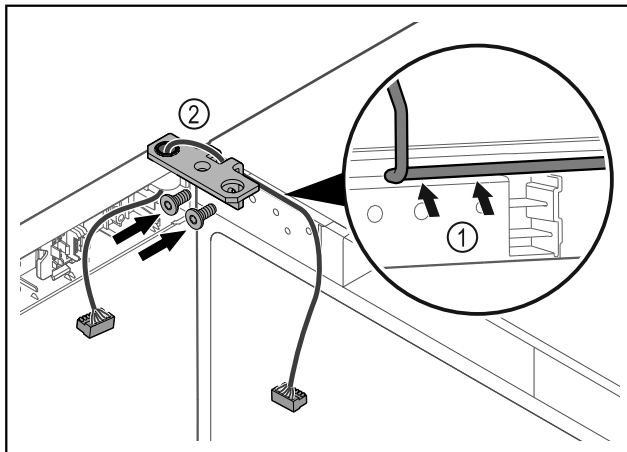

Fig. 44
- ▶ Juhtige kaabel läbi šarniirnergiku väljalõike ja vedage ettevaatlikult Fig. 44 (1).
- ▶ Kruvige šarniirnergik Fig. 44 (2) külge.